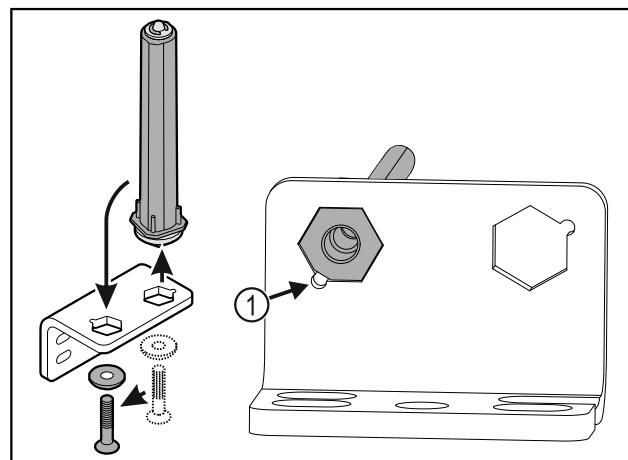

Fig. 39
- Bodite pozorni, da pri vstavljanju izravnalne točke sornika Fig. 39 (1) kažejo v smeri okrogle luknje.